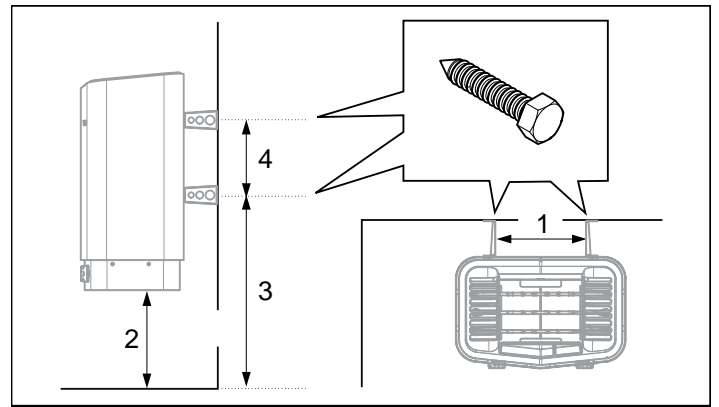

Fig 11: Måttsättning
- Placera konsolskruvarna enligt måttsättning se Fig 11.